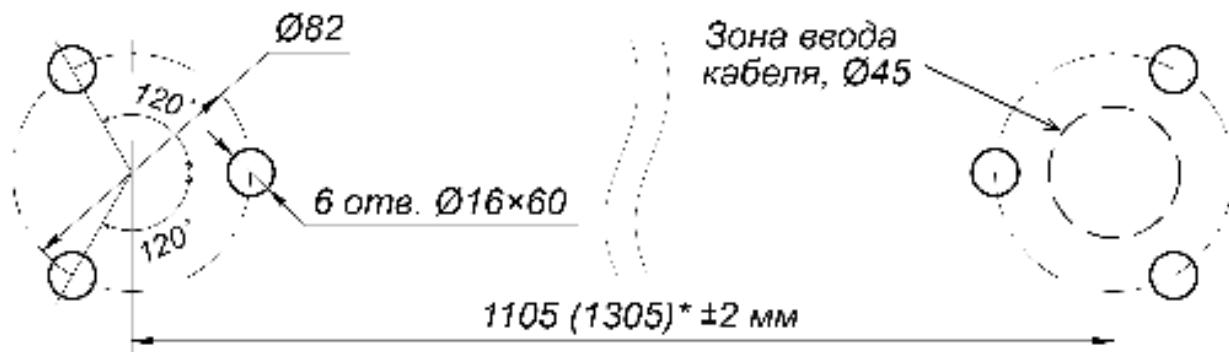

Рисунок 18. Схема разметки отверстий для установки поворотной секции ограждения с электромагнитным УБ¹
- Разметьте и просверлите отверстия на установочной поверхности под анкеры M10 в соответствии со схемой разметки (см. рис. 18). Сначала размечаются центры установки стоек секции ограждения, затем от них размечаются точки крепления стоек, допускается использование в качестве шаблона непосредственно самих фланцев стоек.
- Подготовьте в полу кабельный канал для проводов цепи питания и управления (зона ввода кабеля – см. рис. 18) и протяните кабели к месту установки.